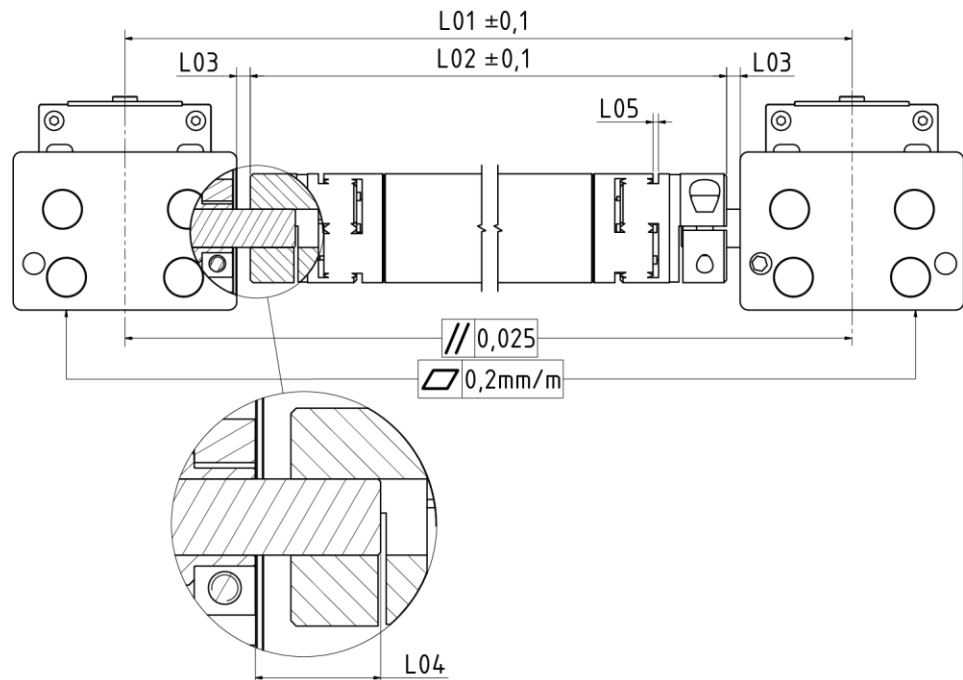

Abbildung 3: Abmessungen Verbindungswelle
- ◆ Achsen sind parallel zu einander ausgerichtet, Wellenzapfen sind fluchtend und Achsen sind parallel und axial zueinander ausgerichteten (Zulässige Abweichungen siehe Abbildung 3: Abmessungen Verbindungswelle).
- ◆ Abstand zwischen der Verbindungswelle (siehe Abbildung 4: Montageablauf der Verbindungswelle, Pos.6) und den bereits aufgesteckten Kupplungshälften (siehe Abbildung 4: Montageablauf der Verbindungswelle, Pos.7) prüfen und bei Abweichung nachstellen (siehe Tabelle 2: Abmessungen Verbindungswelle, Abbildung 3: Abmessungen Verbindungswelle Maß L05).